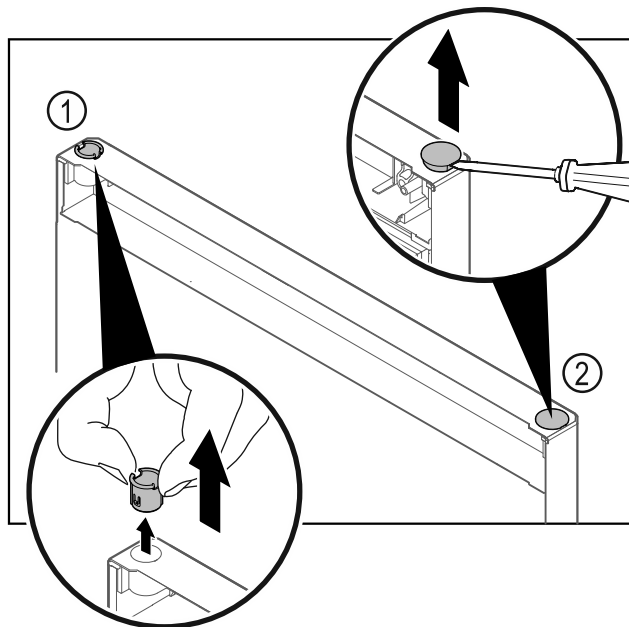

Fig. 27 Dvířka chladničky
- ▶ Pouzdro závěsu Fig. 27 (1) vytáhněte prsty.
- ▶ Krycí zátku Fig. 27 (2) opatrně nadzvedněte plochým šroubovákem a vytáhněte.